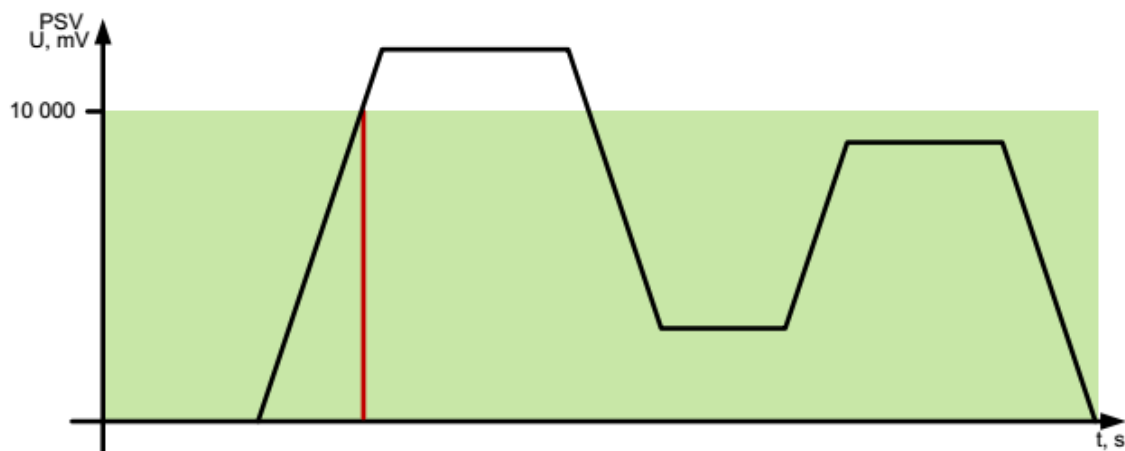

Рис. 8. Генерация события по выходу из диапазона.
*Пример:* Нижний порог напряжения питания задан 0 В, верхний порог – 10 В (10000 мВ). При повышении напряжения выше 10 В будет сгенерировано событие (рисунок 8).